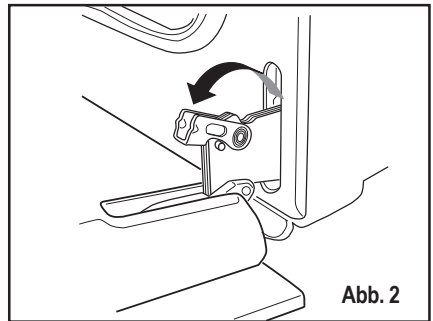

Abb. 2
3. heben Sie die Hebel auf den Scharnieren an und klappen Sie diese (Abb. 2) nach vorne;